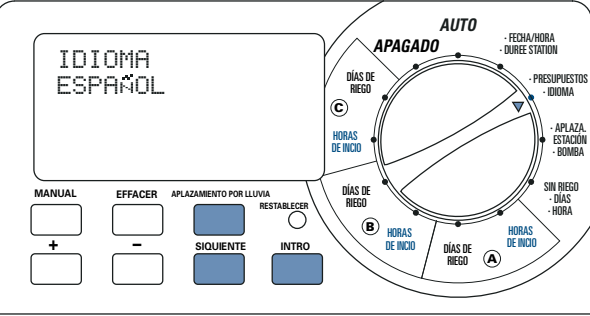

Ilustración 3: Selección del idioma en la pantalla LCD
3. Pulse el botón **SIGUIENTE** hasta que encuentre el idioma deseado [Ilustración 3]